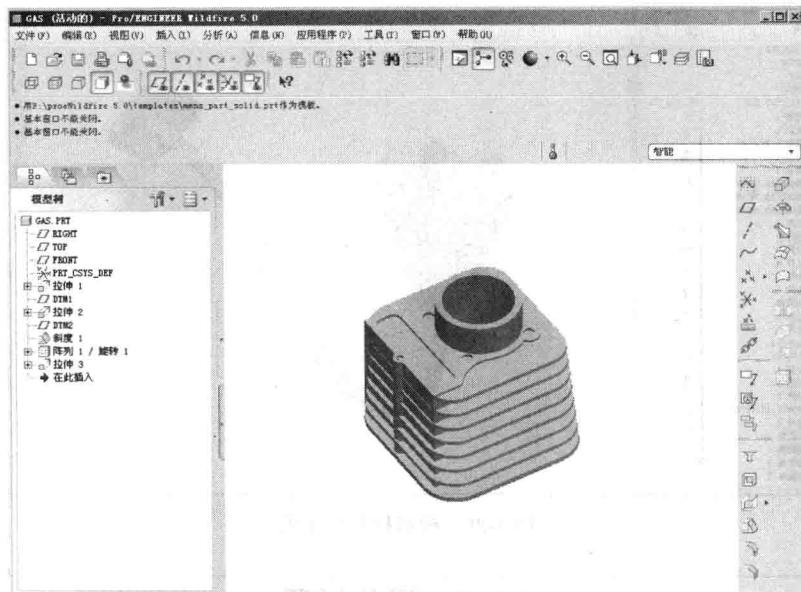

图1-22 修改特征后的模型及模型树
4. 在模型树窗口中末尾的拉伸特征“拉伸4”上单击鼠标右键，在弹出的快捷菜单中选取【删除】选项，系统弹出确认对话框时，单击确定按钮。将该特征从模型上删除后，在模型上和模型树中将不再有该孔结构，如图1-22所示。